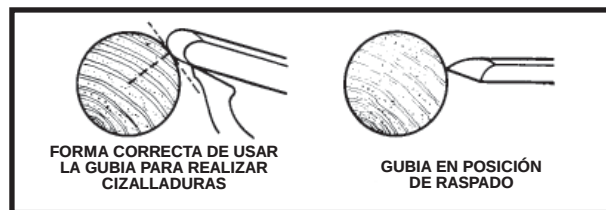

Fig. 35
La posición de la gubia involucra dos o tres ángulos importantes. (1) Puede avanzar la herramienta a lo largo de la pieza de trabajo desde la derecha o desde la izquierda. Es preferible que lo haga de izquierda a derecha (desde la contrapunta al cabezal móvil), ya que este movimiento arroja las astillas en dirección opuesta a usted. (2) A medida que realiza el corte, haga rodar la gubia levemente en la misma dirección. (3) Sostenga bien la herramienta sobre la pieza de trabajo, con el bisel o la tangente de pulido en dirección a la superficie giratoria (Fig. 35). Esta posición proporcionará un corte limpio. Cuando se empuja la gubia sobre la pieza de trabajo (Fig. 35), ésta tiene una acción de raspado (por lo general, una práctica deficiente en el torneado de ejes). Continúe el corte de desbaste hasta que el diámetro de la pieza de trabajo esté aproximadamente a 3,2 mm (1/8") del diámetro requerido. Una vez que logró una forma cilíndrica, puede cambiar la velocidad de torneado a la segunda o tercera configuración.